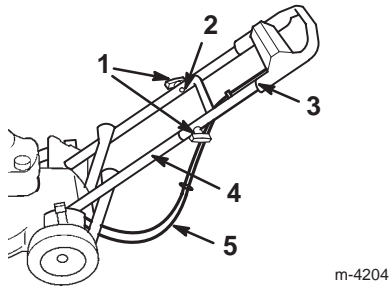

Figure 3
5. Glissez la partie supérieure du mancheron sur la partie inférieure de sorte qu'elles s'adaptent parfaitement (Fig. 3).
6. Les câbles doivent passer sous et derrière la partie inférieure du mancheron, comme indiqué à la Figure 3.
7. Fixez la partie supérieure du mancheron à la partie inférieure à l'aide de 2 boulons à tête profilée et de 2 boutons (Fig. 3).